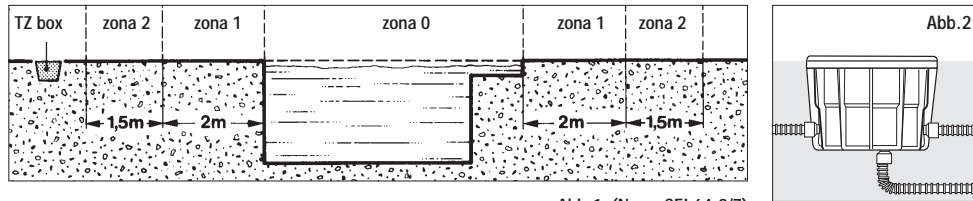

Abb. 1 (Norm CEI 64-8/7)
- Die TZ-Box ausserhalb des Bereiches 2 in einem Abstand, der nicht unterhalb von 3,5m des Beckenrandes liegt, installieren (CEI-Normen 64-8/7) (Abb. 1).